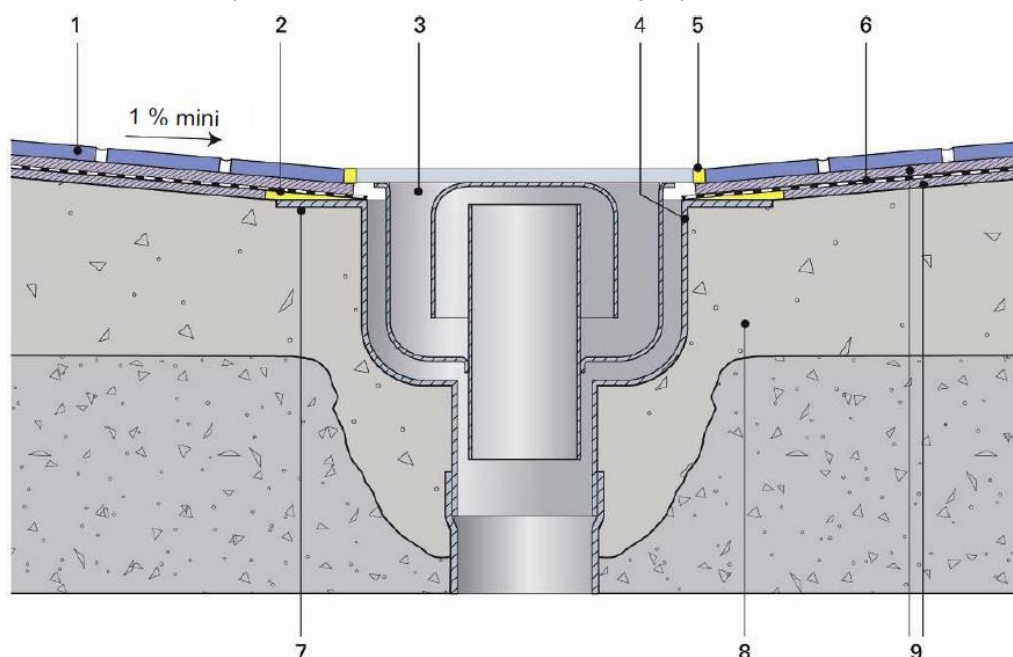

Figure 4 - Siphon de sol à platine en pose collée
2.4.2.3.3.1. Pose collée (figure 4)